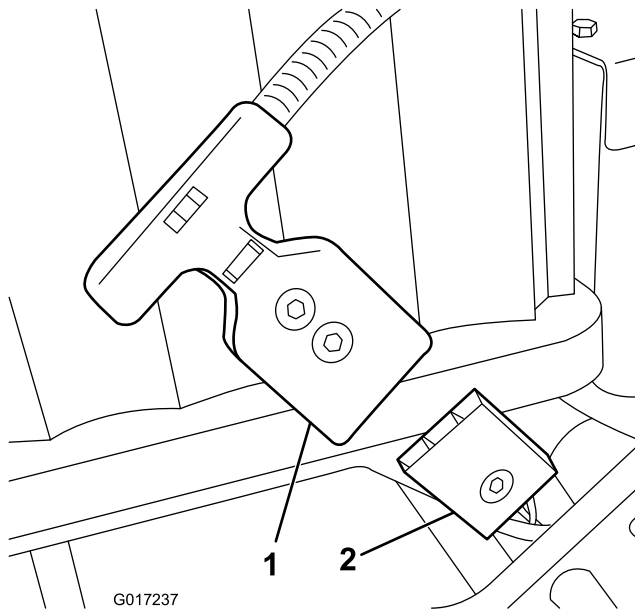

Figura 14
6. Conecte el conector en T del eFlex al conector de la batería (Figura 14).